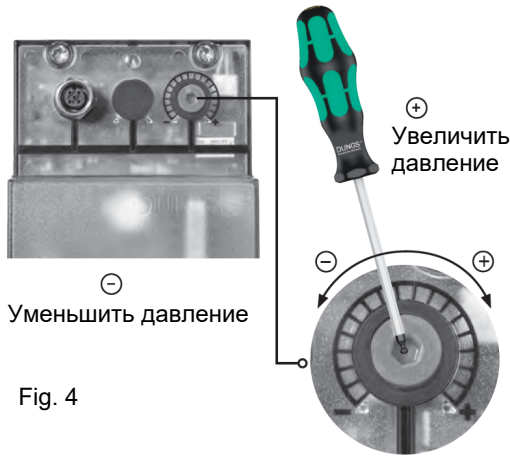

Fig. 4
- Заменяйте фильтр, если разница давления между точками 1 и 3 (Рис. 4)  $\Delta p > 10$  мбар.